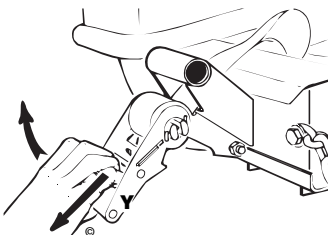

Figure 5
- Tirez sur le déclencheur de la roue à rochet et levez la poignée aussi loin vers le haut que vous le pouvez (Figure 5). Puis tirez sur la sangle d'arrimage pour pneu afin de dérouler un espace de relâche adéquat à partir du tambour de la roue à rochet. Placez l'assemblage de la sangle d'arrimage pour pneu à l'extérieur de la rampe de chargement, près de l'aile du chariot de remorquage.